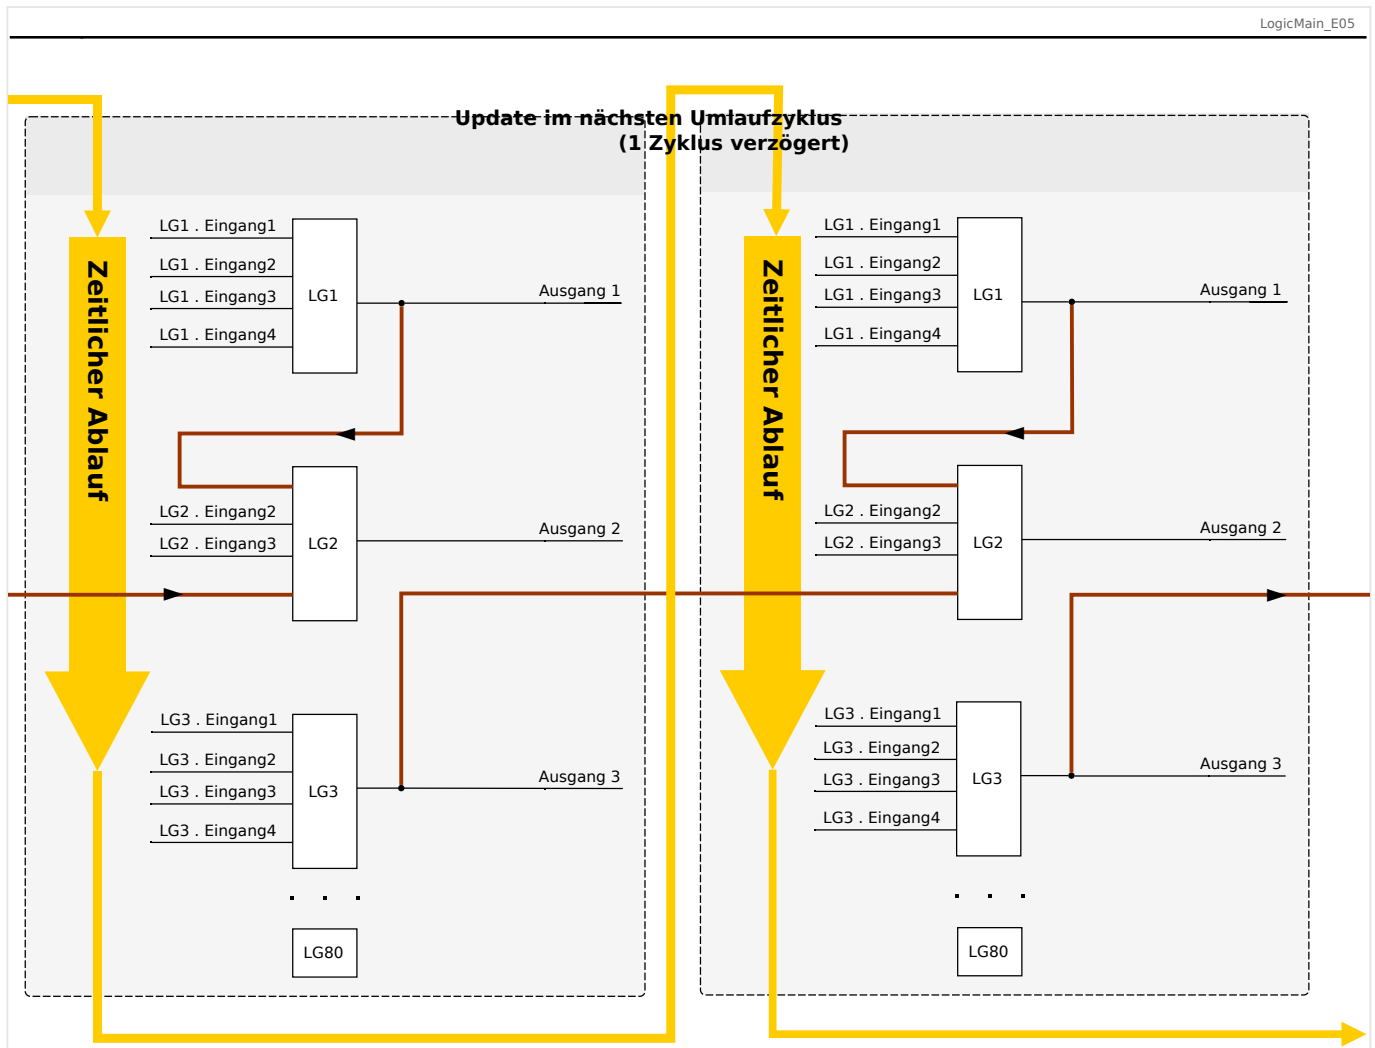

Abb. 135: Kaskadierung in absteigender Reihenfolge.
- Kaskadierung in **absteigender** Reihenfolge bedeutet, dass der Ausgang einer Logikgleichung auf den Eingang einer Logikgleichung mit **niedrigerer** Nummer rangiert wird. Das Diagramm →Abb. 135 zeigt ein Beispiel, bei dem der Ausgang von LG3 auf einen Eingang von LG2 rangiert wird.
Bei der Konfiguration des Schutzgerätes bestehen keinerlei Einschränkungen oder Unterschiede zwischen aufsteigender und absteigender Reihenfolge. Da allerdings während der Laufzeit des MRMV4 die Logikgleichungen in aufsteigender Reihenfolge ausgewertet werden, haben die resultierenden Ausgangswerte, die am Eingang der Logikgleichung anstehen, ein unterschiedliches „Alter“, wie in →Abb. 134 und →Abb. 135 veranschaulicht wird.
Das in Abb. 135 gezeigte Beispiel zeigt eine Konfiguration von „Logikgleichung 2“, die den Ausgang von zwei weiteren Logikgleichungen, „Logikgleichung 1“ und „Logikgleichung 3“, als Eingangszustände verwendet. Hierbei ist der Ausgang von „Logikgleichung 1“ in aufsteigender Reihenfolge verwendet, sodass der Wert in jeweils demselben Prozesszyklus ermittelt wird. Der Ausgang von „Logikgleichung 3“ wird in absteigender Reihenfolge verwendet, sodass der Wert in dem jeweils vorherigen Prozesszyklus ermittelt wurde.